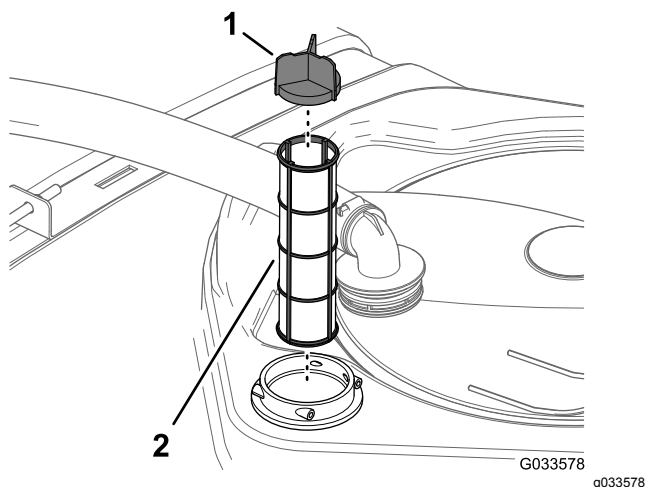

Figure 77
4. Sortez la crépine d'aspiration de son logement dans le réservoir (Figure 77).